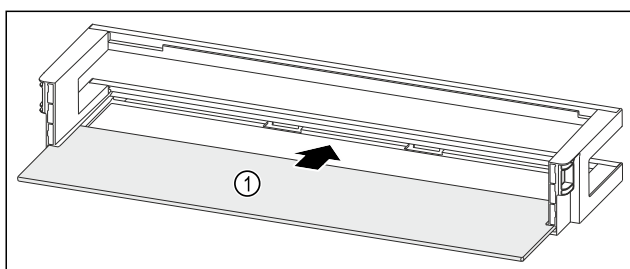

Fig. 212 Balconnet de contre-porte avec tablette de rangement
- Insérer la tablette de rangement Fig. 212 (1) dans les évidements latéraux.